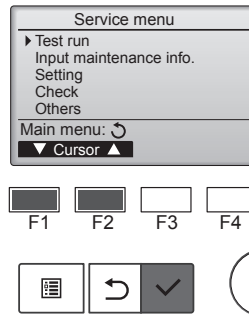

Fig. 8-1
- ① Service (Servis) menüsünden "Test run" (Test çalıştırma) öğesini seçin ve [SEÇİM] düğmesine basın. (Fig. 8-1)